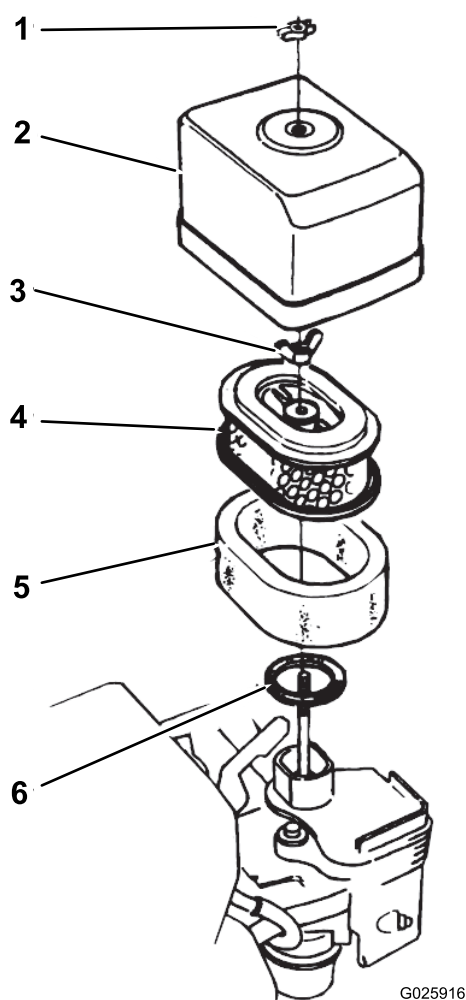

図 30
5. エアクリーナにエアクリーナのカバーを取り付ける蝶ナットを使用 図 30。
2. エアクリーナカバーをエアクリーナ本体に固定している蝶ナットを取り、カバーを外す 図 30。
1. エアクリーナカバーをエアクリーナ本体に固定している蝶ナットを取り、カバーを外す 図 30。
2. エアフィルタの蝶ナットを取り、フィルタを外す 図 30。
3. ペーパーフィルタからスポンジエレメントを外す 図 30。
1. ペーパーエレメントにスポンジエレメントを取り付ける 図 30。
2. ガasketが磨耗や破損していないか点検する 図 30。
3. ガasketをキャブレターの吸気口に正しく取り付ける 図 30。
4. エアフィルタのエレメントをキャブレターに蝶ナットで取り付ける 図 30。
5. もう一個の蝶ナットで、エアクリーナカバーをキャブレターに取り付ける 図 30。